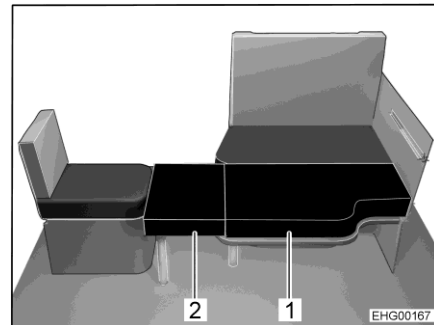
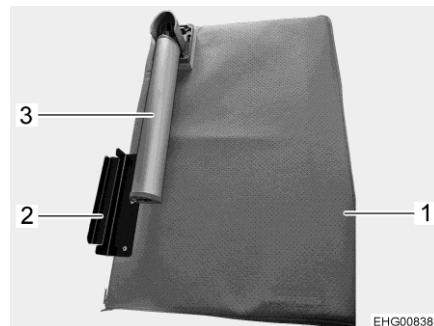

Bild 77 Efter ombyggnaden
Bild 78 Extrabräda
- Fäll ut fotstöd (Bild 78,3) på extrabräda (Bild 78,1).
- Haka fast extrabrädans hållvinkel (Bild 78,2) i enkelsätet och placera extradynan (Bild 77,2) på bordsskivan.
- Placera den andra extra dynan (Bild 77,1) på bordsskivan.